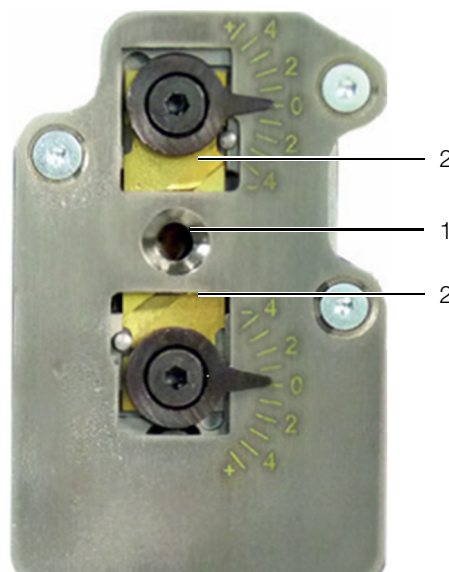

Fig. 19: Unità di spelatura
- Pulire l'area intorno al foro (fig. 19, pos. 1) con un pennello/spazzola.
- Controllare le lame (fig. 19, pos. 2). Se necessario, sostituire le lame di spelatura (cfr. sezione 8.3 «Sostituzione delle lame di spelatura»).